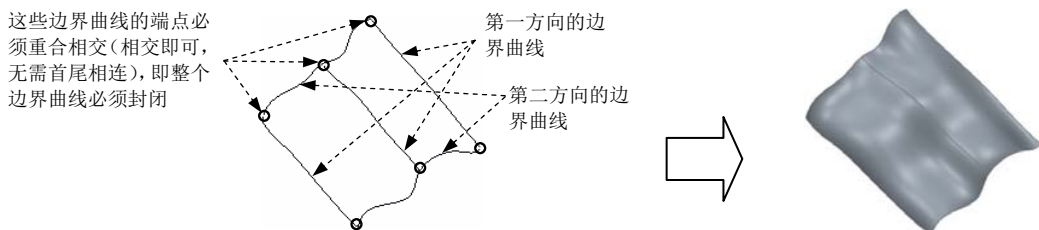

图 6.2.12 创建边界曲面
下面以图 6.2.12 为例介绍创建边界混合曲面的一般过程。
Step3. 定义第一方向的边界曲线。按住 **Ctrl** 键，分别选取图 6.2.12 所示的第一方向的三条边界曲线。